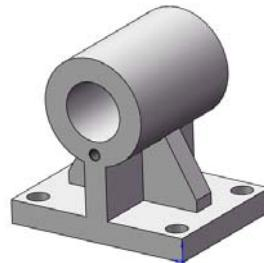

图 4-86 添加的螺纹孔
方向显示, 结果如图 4-86 所示。
**32** 圆周阵列螺纹孔。在菜单栏中选择“工具”→“阵列/镜像”→“圆周阵列”命令, 或者单击“特征”工具栏中的“圆周阵列”图标按钮 , 此时系统弹出如图 4-88 所示的“圆周阵列”属性管理器。在“阵列轴”一栏中, 用光标选择图 4-87 中的临时轴 1; 在“要阵列的特征”一栏中, 用光标选择第 **29** 步添加的螺纹孔, 即图 4-86 中的螺纹孔。按照图示进